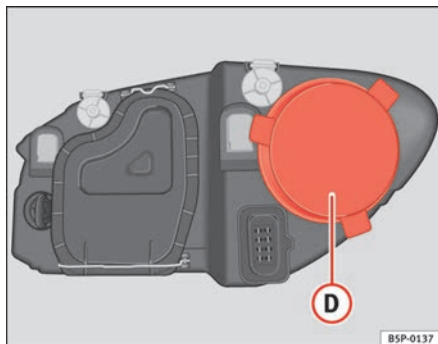

Abb. 183 Standlicht
- Den Deckel ⇒ Abb. 183 **D** abziehen.